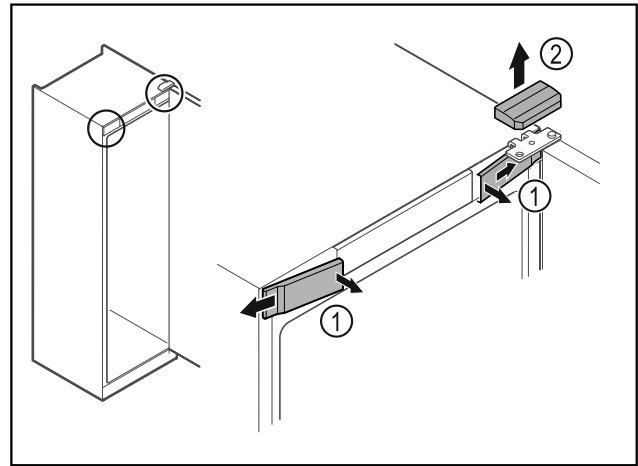

Fig. 4
- ▶ Ξεκουμπώστε εσωτερικά τα μπροστινά καλύμματα Fig. 4 (1) και αφαιρέστε τα προς το πλάι.
- ▶ Αφαιρέστε προς τα επάνω το επάνω κάλυμμα Fig. 4 (2).